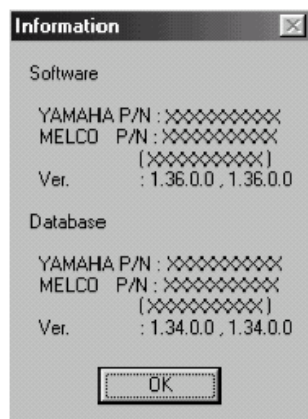

Рис. 16
- Отображение информации о программе и базе данных, для проверки версии. (Рис. 16) чтобы показать информацию, щелкните по заголовку на экране в первом меню при нажатой клавише Shift или нажмите Enter при нажатой клавише Shift. (См. рис. 12.)